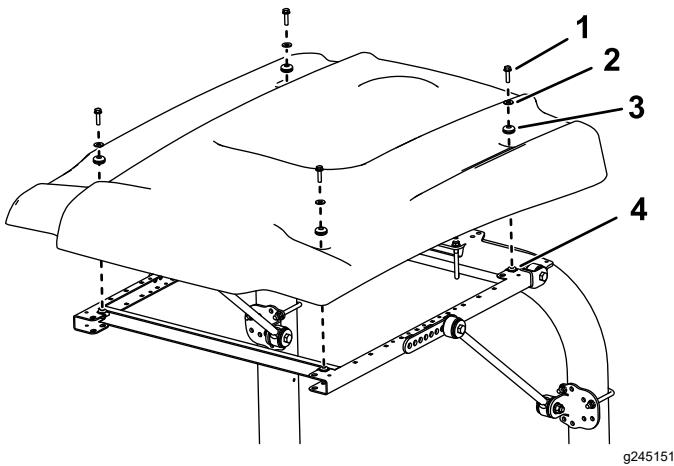

Рисунок 42
9. Выравнивая монтажные отверстия, расположите солнцезащитный навес на раме, как показано на Рисунок 42.
10. Установите каждый угол солнцезащитного навеса на раму с помощью болта с фланцевой головкой (5/16 x 1 1/4 дюйма), малой шайбы и уплотнительной втулки, не затягивая их (Рисунок 42).